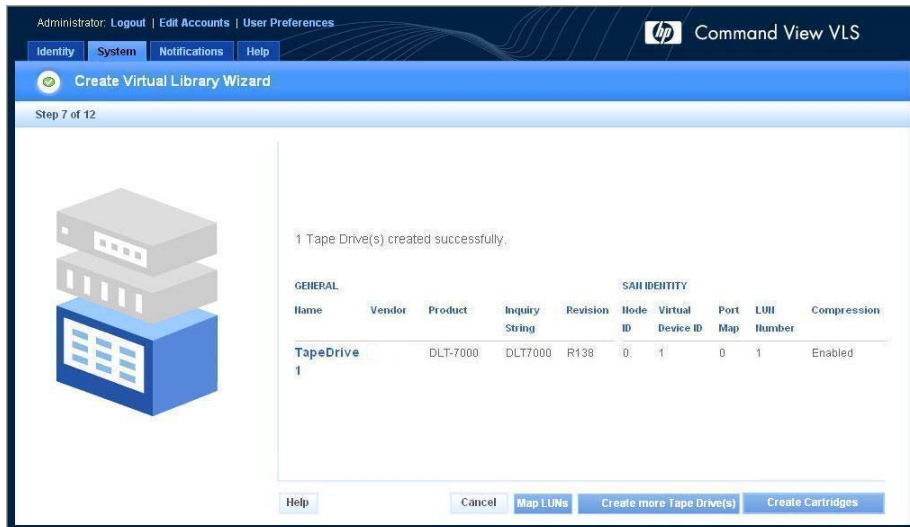

Figura 34 Ventana Create Virtual Library Wizard (Asistente para la creación de bibliotecas virtuales) (7 de 12)
Se abre una ventana de resumen que muestra los detalles sobre las unidades de cintas creadas (Figura 34).
1. Si ya se encuentra en la ventana Create Library Wizard (Asistente para la creación de bibliotecas virtuales) (Figura 34), haga clic en Create Cartridges (Crear cartuchos).